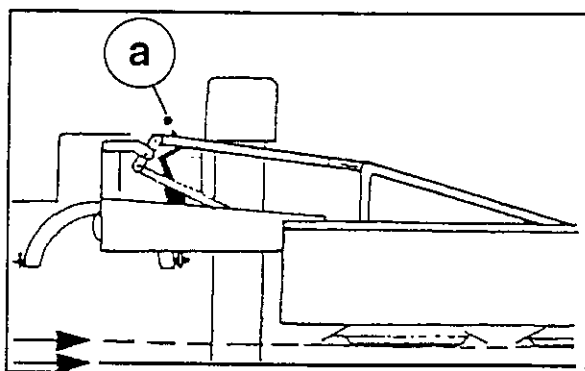

Fig. 4-15
5. Con la leva (a) regolare il braccio inferiore in modo tale che la macchina sollevata sia in posizione orizzontale (Fig. 4-15).